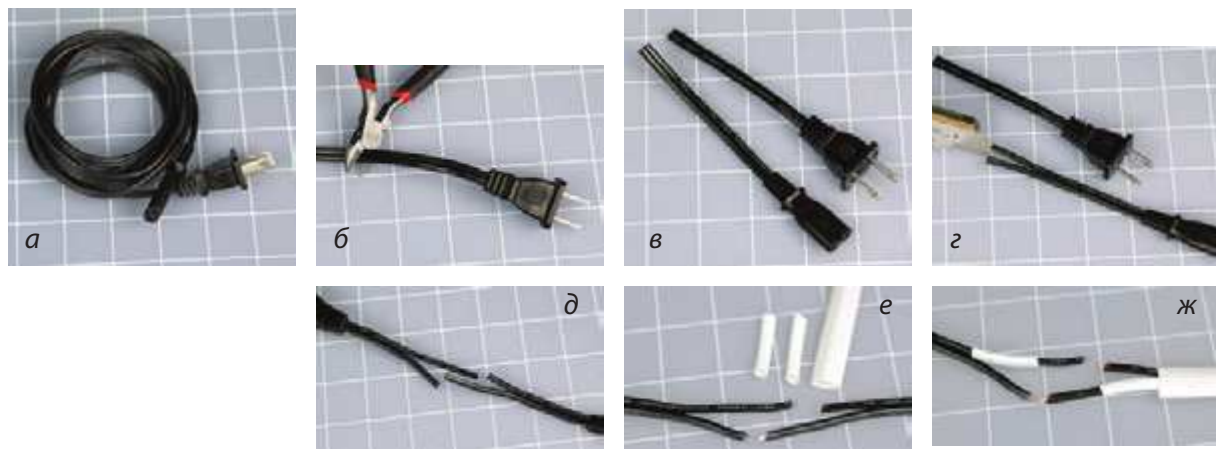

Рис. 3.46. Этот рисунок показывает последовательность подготовительных шагов при укорачивании сетевого шнура блока питания ноутбука
1. С помощью кусачек укоротите сетевой шнур до необходимых размеров (рис. 3.46, *a—в*). Затем универсальным ножом разделите две жилы шнура между собой, а потом откусите их таким образом, чтобы одна жила была короче другой (рис. 3.46, *г—д*). При сращивании сетевого шнура или аналогичного кабеля, который содержит две или более жил, следует избегать ситуации, когда места соединения двух жил будут находиться рядом. Провода лучше монтировать, если места соединений будут смещены относительно друг друга, к тому же при этом уменьшается риск короткого замыкания, если вдруг изоляция будет повреждена.
3. Отрежьте два кусочка термоусадочной трубки, каждый длиной 1" (25 мм), что по длине вполне достаточно для закрытия разделенных жил вашего шнура. Кроме того, отрежьте еще кусочек трубки большего диаметра длиной около 2" (50 мм). Этого хватит, чтобы изолировать оба участка разрезанных проводов (рис. 3.46, е).
4. Теперь нужно выполнить самую трудную часть — включить вашу память. Вы должны запомнить, что надо надеть трубку на провод до того, как будете выполнять пайку (рис. 3.46, ж), поскольку позднее вилки на концах проводов не дадут вам возможности надеть какую-либо термоусадочную трубку. Если вы так же забывчивы, как и я, то для вас будет очень затруднительно вспоминать об этом каждый раз, когда в этом есть необходимость.